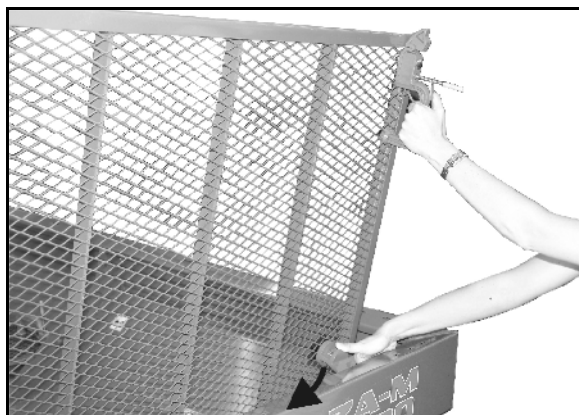

Fig. 18
- Før beskyttelsesgitteret lukkes, må du trykke ned sperren (Fig. 18).